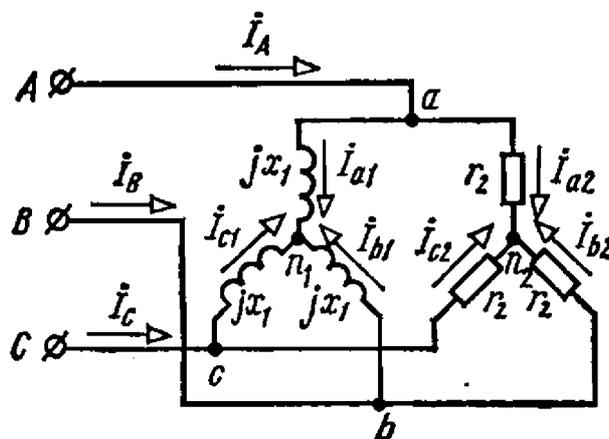

Рис. 6.17
6.17. Два симметричных трехфазных приемника, каждый из которых соединен звездой, подключены к трехпроводной линии (рис. 6.17).